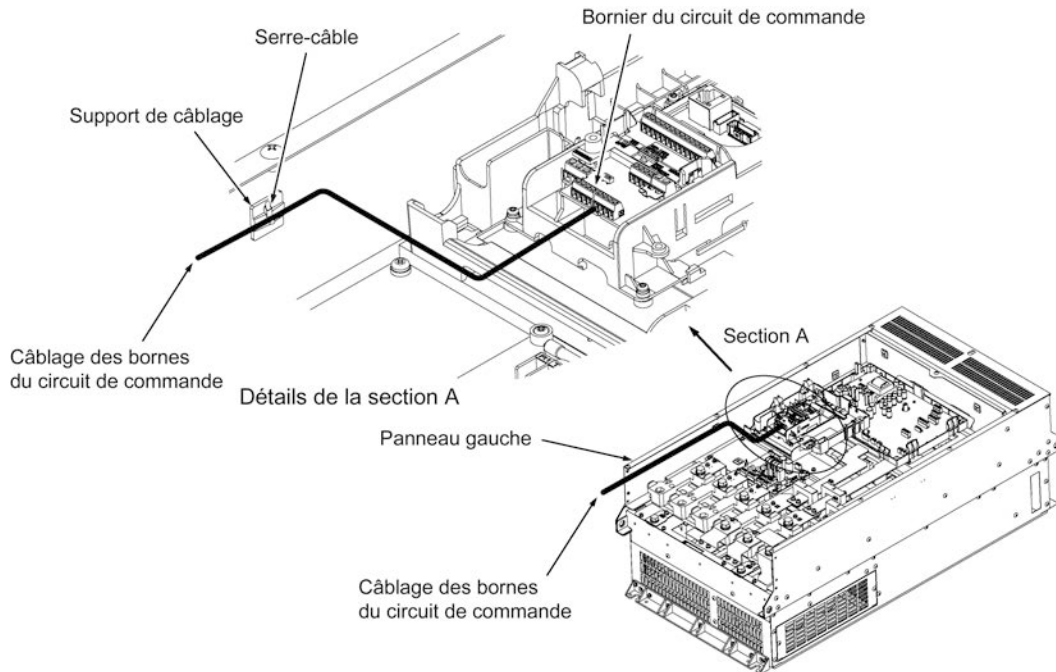

Figure 2.2-22 Trajet du câblage et position de fixation des câbles du circuit de commande
- (1) Comme indiqué sur la Figure 2.2-22, faites passer les câbles du circuit de commande le long du panneau gauche, à l'extérieur du variateur.
- (2) Fixez ces câbles au support de câblage à l'aide d'un serre-câble (par ex. Insulok) de 3,8 mm (0,15 pouce) ou moins de largeur et de 1,5 mm (0,06 pouce) ou moins d'épaisseur.